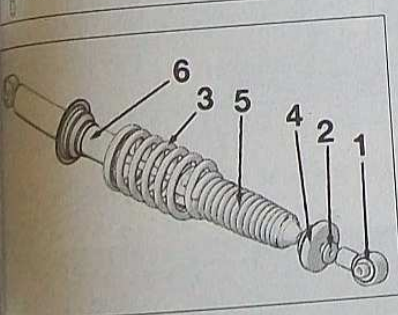

FIG. 15
- la rotule (1) (Fig. 15) en empêchant la rotation de la tige d'amortisseur à l'aide d'une clé plate de 12.
- la rondelle (2).
- Décompresser puis dégager le ressort (3).
- la butée (4).
- le soufflet de protection (5).
- Déposer de l'étau l'amortisseur (6).
- Resserrer la rotule (1) à 6 daN.m